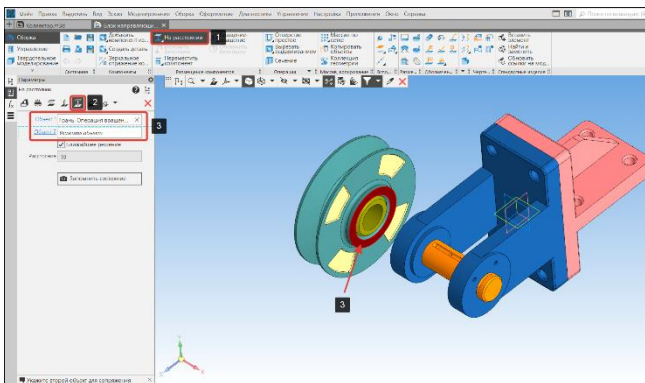

Рисунок 313 – Сопряжение На расстоянии. Объект №1
- В панели размещение компонентов выберем операцию совпадение (1) подоперация на расстоянии (2) (Рисунок 313);
- Укажем плоскости (3) на вилке и ролике в сборе, которые требуется разместить на заданном расстоянии (Рисунок 313);